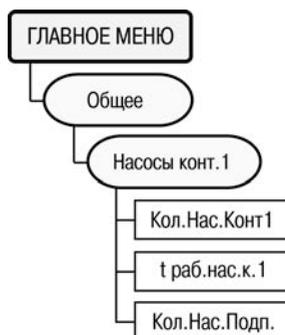

Рисунок 6.18
6.13.10 Параметры, определяющие работу насосов контура 1, задаются через пункт меню **//Общее/Насосы конт.1** (рисунок 6.18).